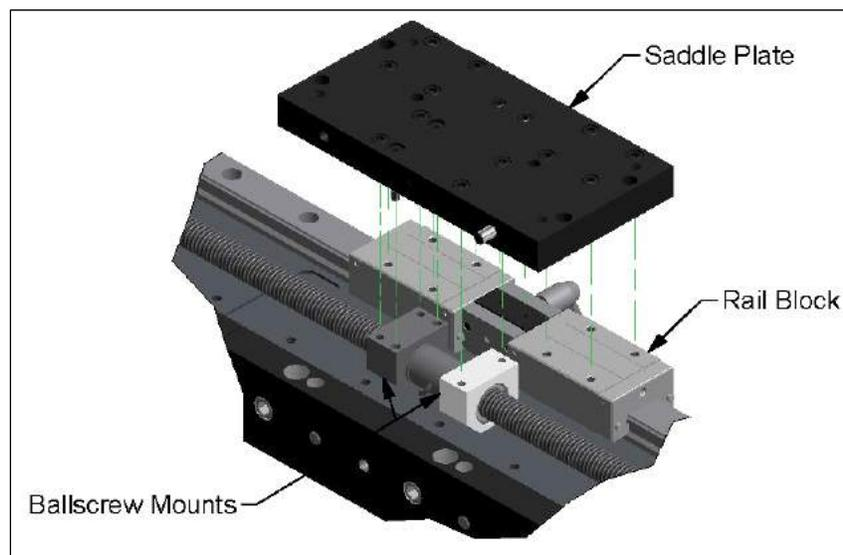

Abbildung 9
1. Befestigen Sie die Sattelplatte wie in Abbildung 9 gezeigt an den Schienenblöcken. Die Außenkante sollte bündig mit den Schienenblöcken abschließen. Dadurch wird der Sattel, und in der Folge der Querbalken, auf den Ständer ausgerichtet.